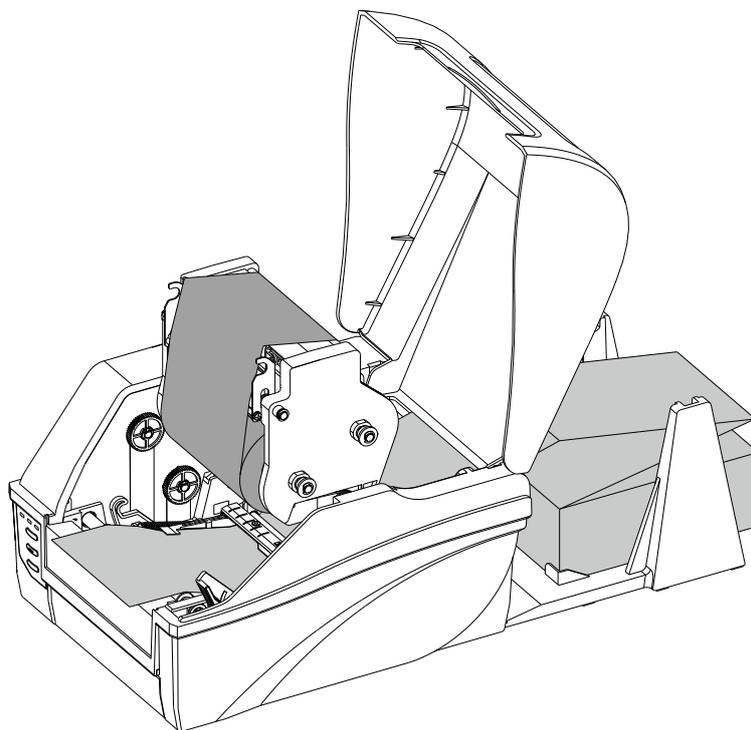

图 2-26 拉出标签纸
4. 拉出标签纸，使其从打印胶辊上面通过，并按刻度尺居中定位。如图 2-26 所示。